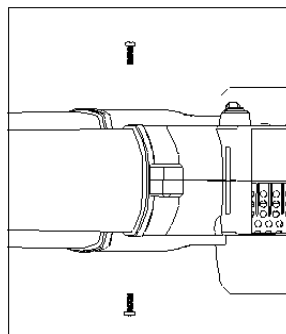

Fig. 6
2. Trek twee schroeven die in de zak van de handleiding zitten uit de verpakking, de gebruiker moet de schroef (ST4 x 14) monteren tot ze goed aansluiten. Verwijs naar Fig. 6.